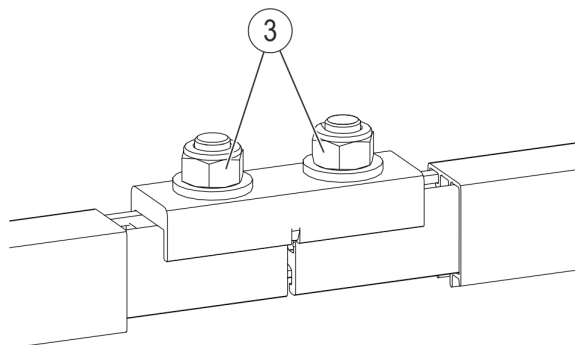

Abb. 78: Muttern M10 / M12 anziehen
- Den Verbinder (Pos. 1) mit Kerbkabelschuhen (Pos. 5), wie in Kapitel 6.4.3.4 beschrieben, mit dem vorgeschriebenen Drehmoment (SW 13, Drehmomentschlüssel **10 Nm** bei Edelstahl-Muttern, **12 Nm** bei verzinkten Muttern) montieren (siehe Abb. 78 und folgende).